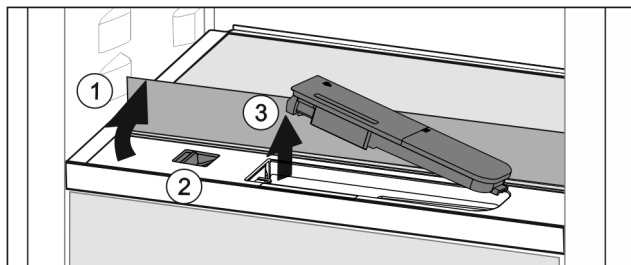

Fig. 145
- ▶ Поднять стеклянную панель и откинуть до упора назад Fig. 145 (1).
- ▶ Сдвиньте ползунок Fig. 145 (2) влево.
- ▶ Вынуть бак для воды Fig. 145 (3).